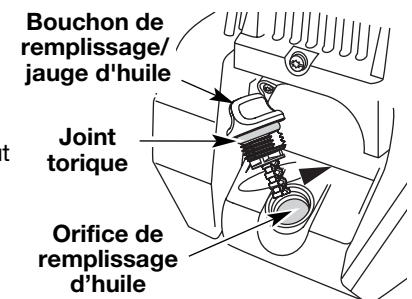

Fig. 29
6. Si le niveau est trop bas, ajoutez un peu d'huile par l'orifice et revérifiez (Fig. 29). Continuez jusqu'à ce que le niveau d'huile atteigne le haut de la jauge.
REMARQUE : Assurez-vous que le joint torique est mis sur le bouchon de remplissage / jauge d'huile au moment de la vérification et du changement d'huile (Fig. 29).